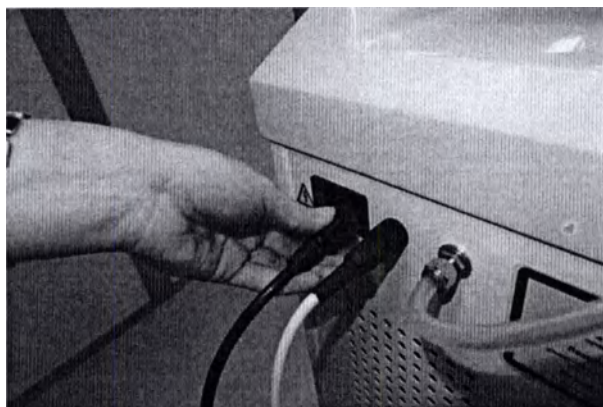

Рис. 3.16 – Подсоединение сетевого кабеля к прибору
3.3.7.1 Вставьте сетевой кабель в разъем, а затем в розетку 220 В как показано на рис.3.16.